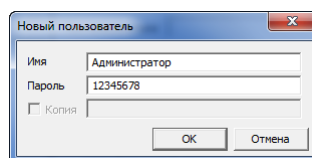

Рис. 10.2. Окно *Новый пользователь*
- 4) В открывшемся окне *Новый пользователь* (Рис. 10.2) задайте имя и пароль пользователя.